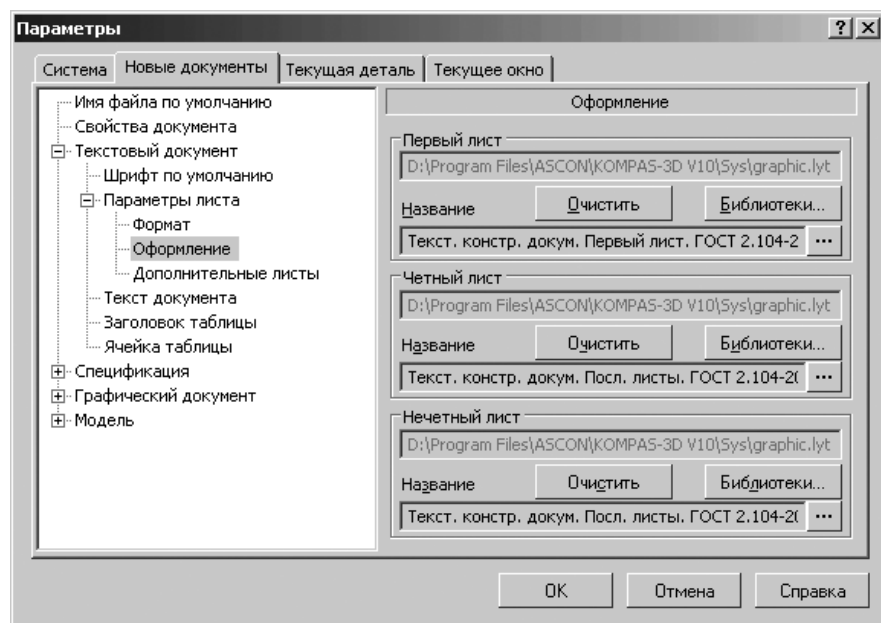

Рис. 1.57. Диалоговое окно **Параметры** с открытой вкладкой **Новые документы** и панелью **Оформление**
- выберите нужные вам стили оформления текстовых листов. Это состояние диалогового окна **Параметры** показано на рис. 1.57.